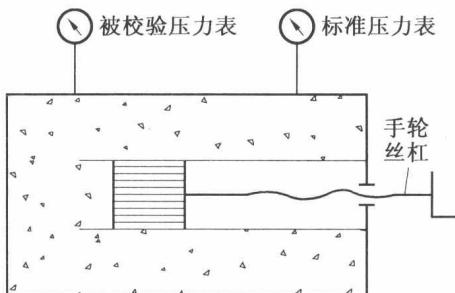

图 2.1 例题图 1
1. 图 2.1 所示为用标准压力表检验一般压力表的活塞式压力计。压力计壳体内充满油液,其液体压缩率 $\kappa = 4.75 \times 10^{-10} \text{ Pa}^{-1}$ 。壳体内的压力由手轮丝杠和活塞产生。活塞直径 $d = 10 \text{ mm}$,丝杠螺距 $P = 2 \text{ mm}$ 。当压力为 0.1 MPa 时,壳体内油液体积 $V = 200 \text{ mL}$,试求要在压力计内形成 20 MPa 的压力,手轮要摇多少转(r)?